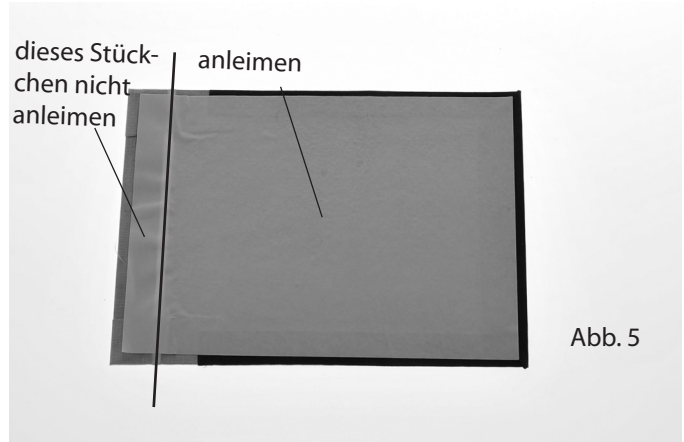

Abb. 5
5. Zugeschnittenes Papier mittig auf der Innenseite so aufleimen, dass ca. 5mm Rand sichtbar bleiben. (Abb. 5)